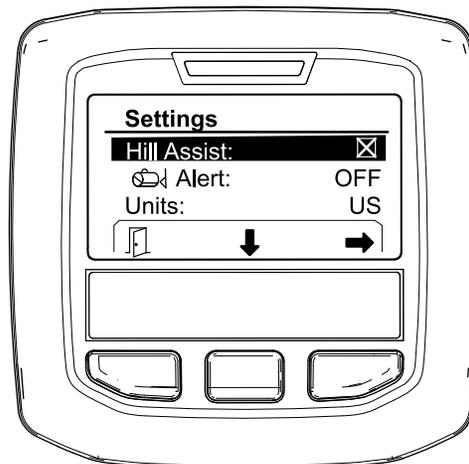

Bild 7
1. Navigieren Sie zu HILL ASSIST und drücken Sie die mittlere Auswahltaste, um das Menü „Settings“ für den Anfahrsistent zu öffnen (Bild 7).